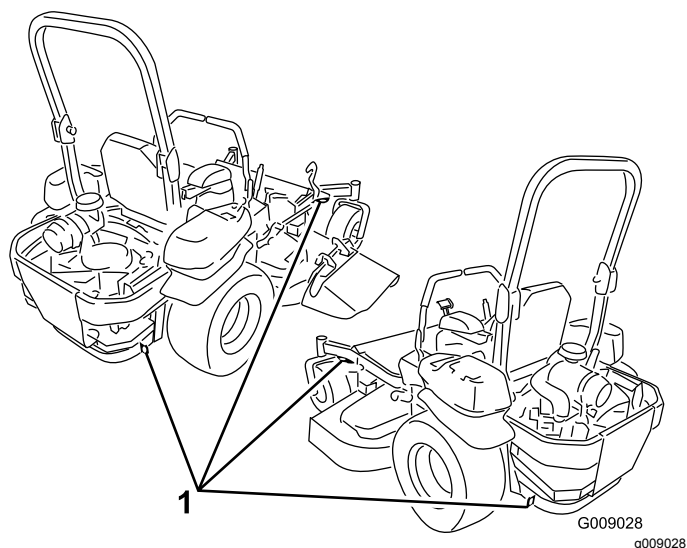

Figura 33
5. Utilizzate gli anelli di ancoraggio metallici sulla macchina per fissarla saldamente al rimorchio o all'autocarro per mezzo di cinghie, catene, cavi o corde (Figura 33).